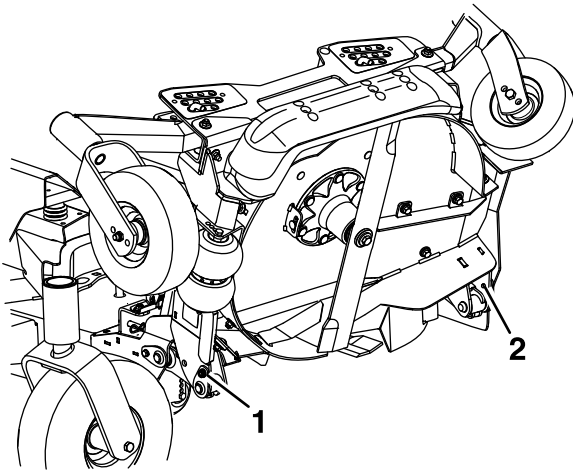
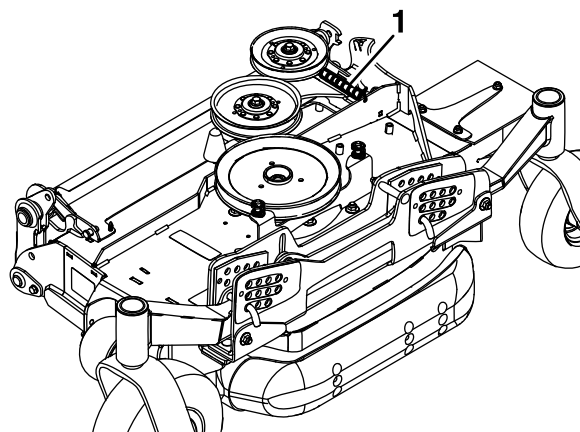

Figure 83
**Figure 86**
7. Desserrez les boulons qui fixent les axes de pivot supérieurs sur le tablier, mais ne les retirez **pas** (Figure 83).
14. Retirez les douilles à embase des points de pivot supérieurs et nettoyez l'alésage (Figure 86).
18. Retirez et conservez les boulons des points de pivot inférieurs (Figure 83 et Figure 86).